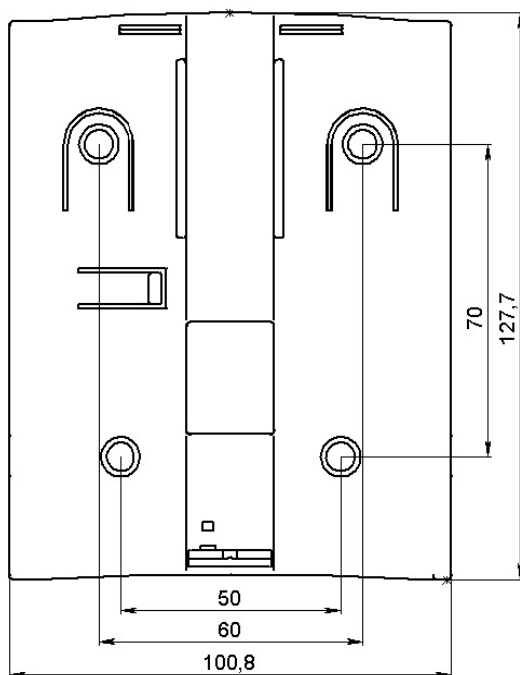

Рисунок 3 – Установочные размеры клавиатуры
- закрепить основание клавиатуры на стене шурупами по заданным размерам (см. рис.3);